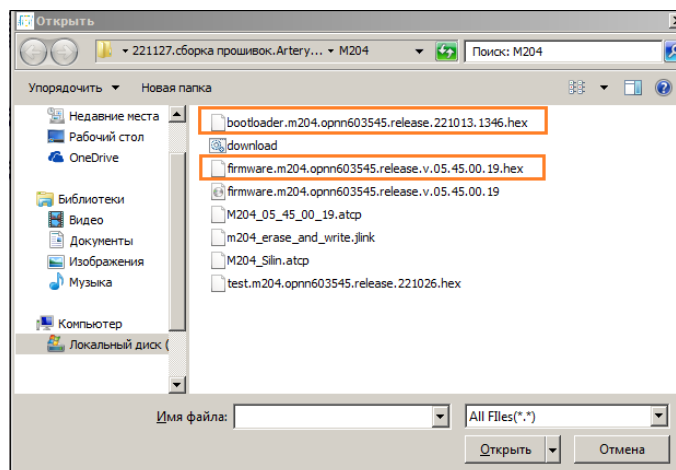

Рисунок 5.7 – Добавление файлов в проект
5.4.12 Выбрать файл прошивки **.hex** (рисунок 5.7).